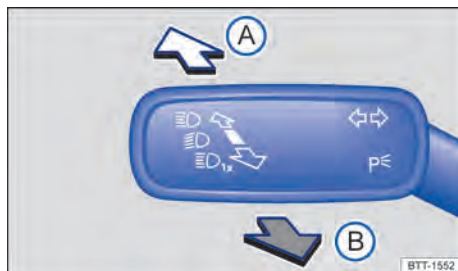

Fig. 110 À esquerda na coluna de direção: alavanca dos indicadores de direção e do farol alto.
- Trazer a alavanca dos indicadores de direção e do farol alto da posição central para a seguinte posição → Fig. 110: